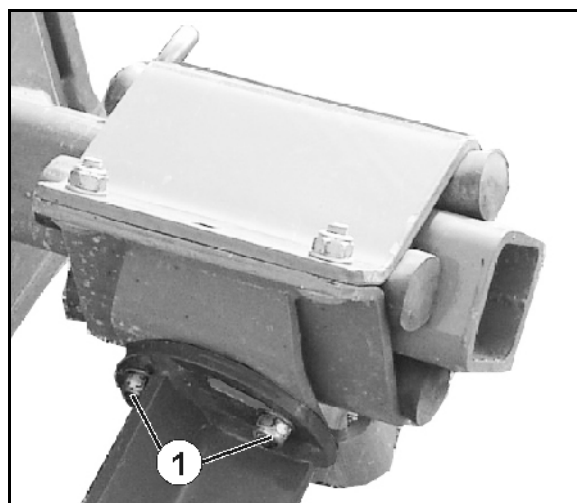

Bild 51
2. Lossa de 3 skruvarna (Bild 51/1).